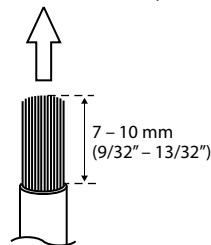

Fig. 8
- Retirer l'isolation des bouts des fils de connexion de 7 – 10 mm (9/32" – 3/8"). (Fig. 8)